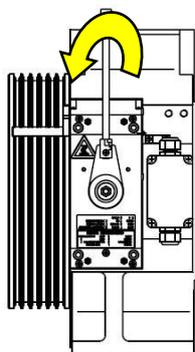

图 8-1-1 松闸手柄链接示意图
- 2) 按照 (图 8-1-1) 方法分别与左右制动器链接;向左或向右旋转松闸手柄 (8-1-2) , 即可将制动器打开。